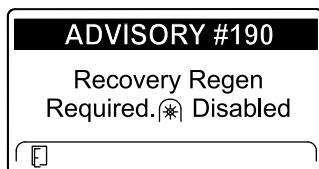

Figure 46
- Régénération d'urgence requise – prise de force désactivée Avis N° 190 (Figure 46)